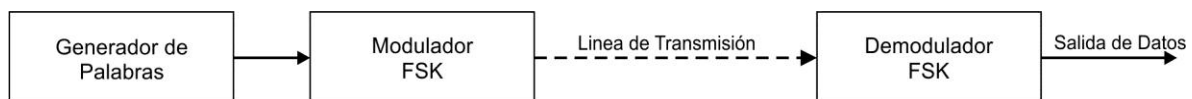

Figura 2: Diagrama a bloques de un demodulador FSK
4.-Conecte todos los circuitos según el diagrama a bloques de la Figura 2 observe la señal a la salida del demodulador FSK